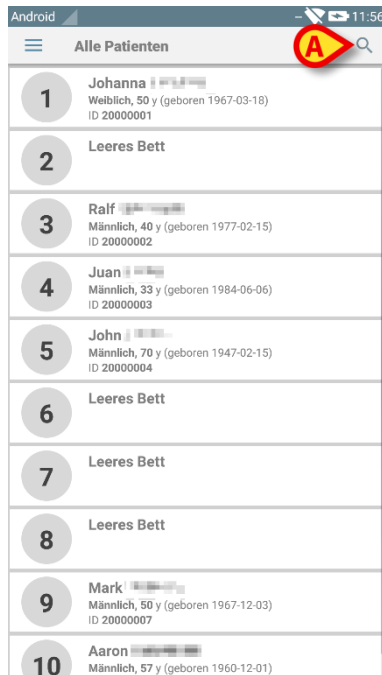

Abb. 24
In beiden Fällen wird die folgende Bildschirmanzeige aufgerufen, die die Liste aller im Bereich des Gerätes konfigurierten Patienten enthält (Abb. 24).
- Berühren Sie das Symbol, das in Abb. 24 **A** gezeigt wird.